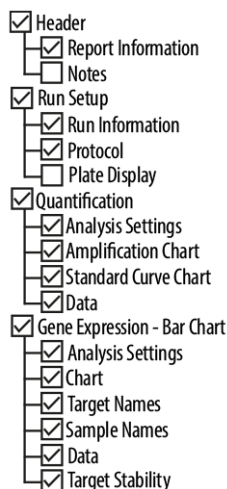

Figura 13: Cuadro de diálogo Report (informe)
5. Asegúrese de seleccionar al menos el siguiente contenido para la generación de informes en la parte superior izquierda del cuadro de diálogo Report (informe) (consulte la figura 13):